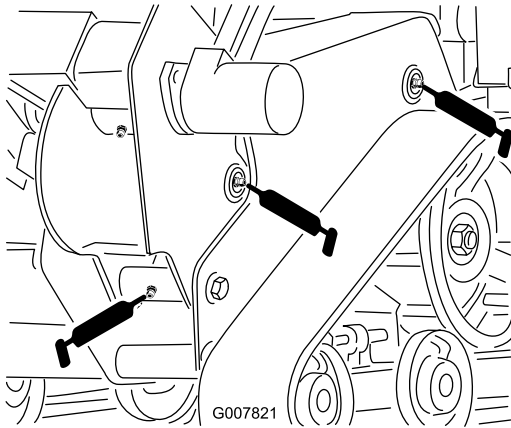
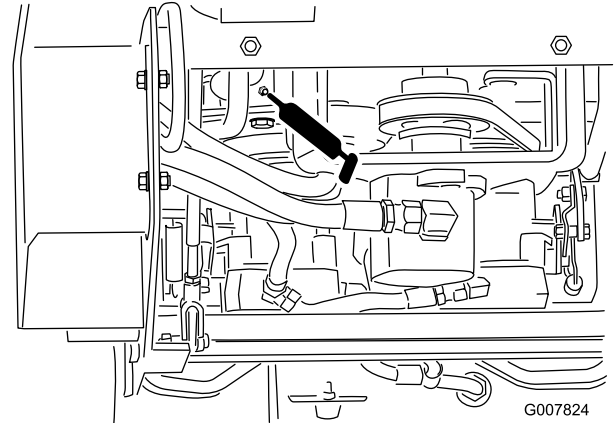

Figura 27
Figura 30
3. Collegate un ingrassatore a pressione a ciascun raccordo (da Figura 27 a Figura 30).